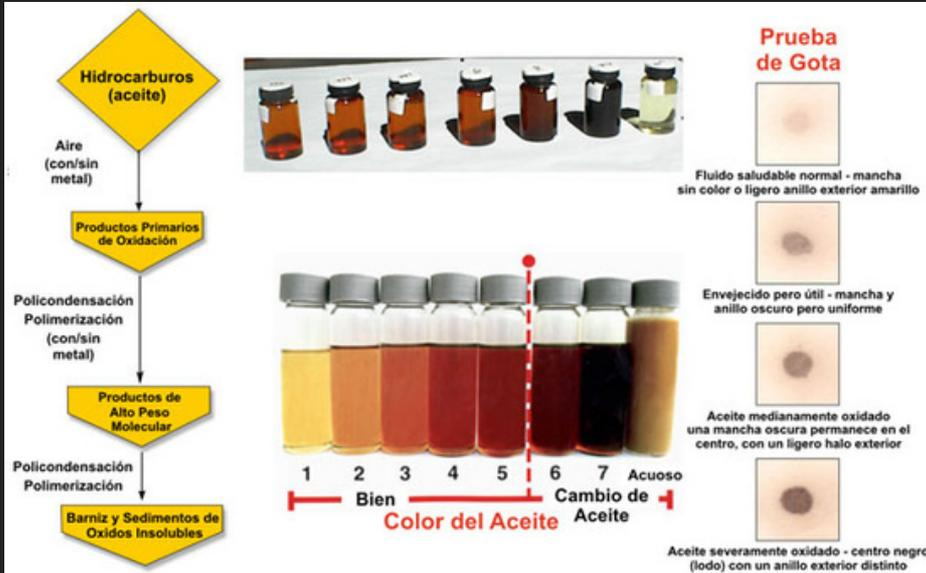

Figura 3. Barniz inducido por compresión adiabática y autoignición.
6. El barniz también puede ser causado por burbujas de aire atrapado que sufren una compresión adiabática en zonas de alta carga, Figura 3. Estas burbujas son comprimidas rápidamente, ocasionando una descomposición térmica del aceite y de sus aditivos.